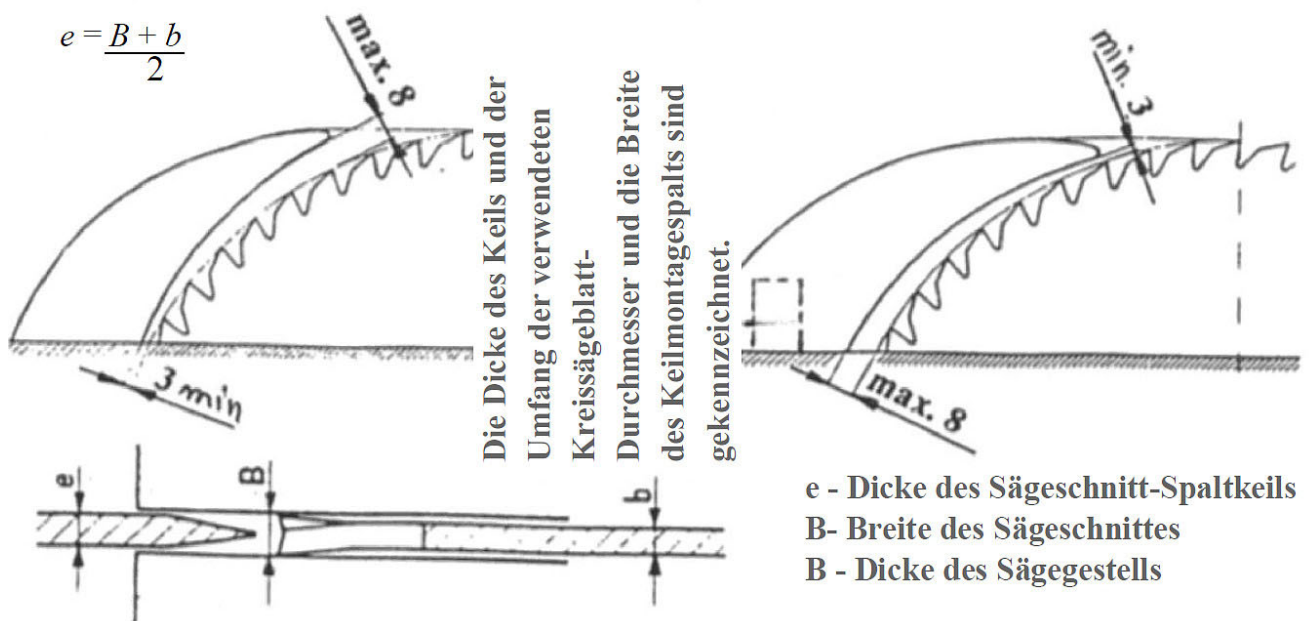

Abb. 6-1: Spaltkeil einstellen
- Den Spaltkeil gemäß Abbildung 6-1 einstellen und kontrollieren, dass der Spaltkeil nicht mit dem Sägeblatt in Berührung kommen kann.